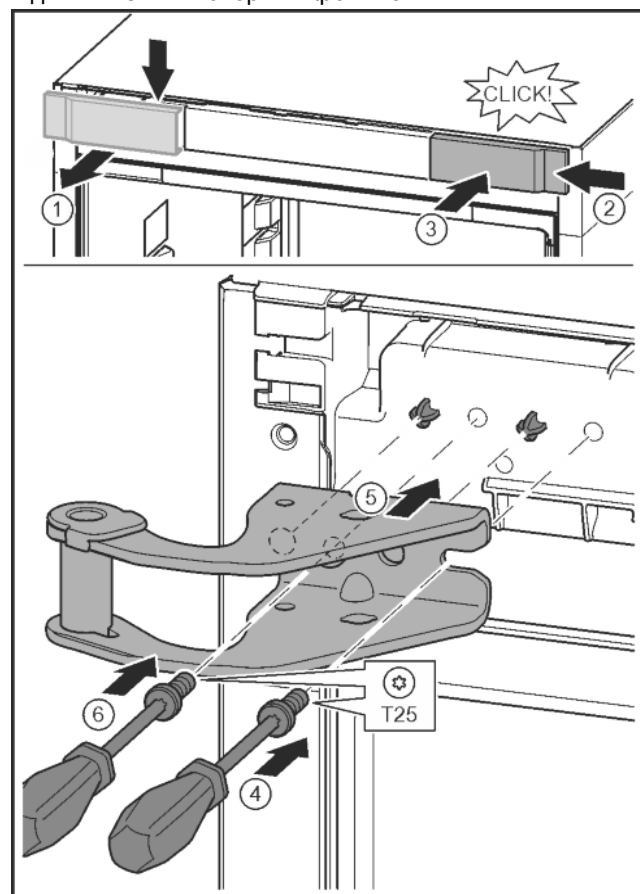

Fig. 9
- ▶ Відпустіть кришку та зніміть збоку. Fig. 9 (1)
- ▶ Почепіть кришку, що повернута на 180°, з іншого боку праворуч. Fig. 9 (2)
- ▶ Зафіксуйте кришку. Fig. 9 (3)
- ▶ Встановіть гвинт за допомогою викрутки T25. Fig. 9 (4)
- ▶ Встановіть верхній опорний кронштейн. Fig. 9 (5)
- ▶ Закрутіть гвинт. Fig. 9 (4)
- ▶ Встановіть та закрутіть гвинт за допомогою викрутки T25. Fig. 9 (6)